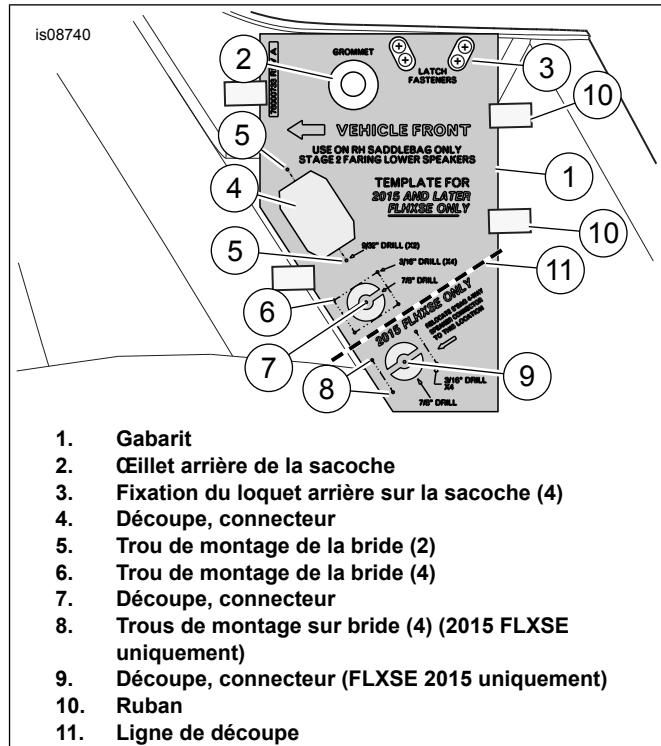
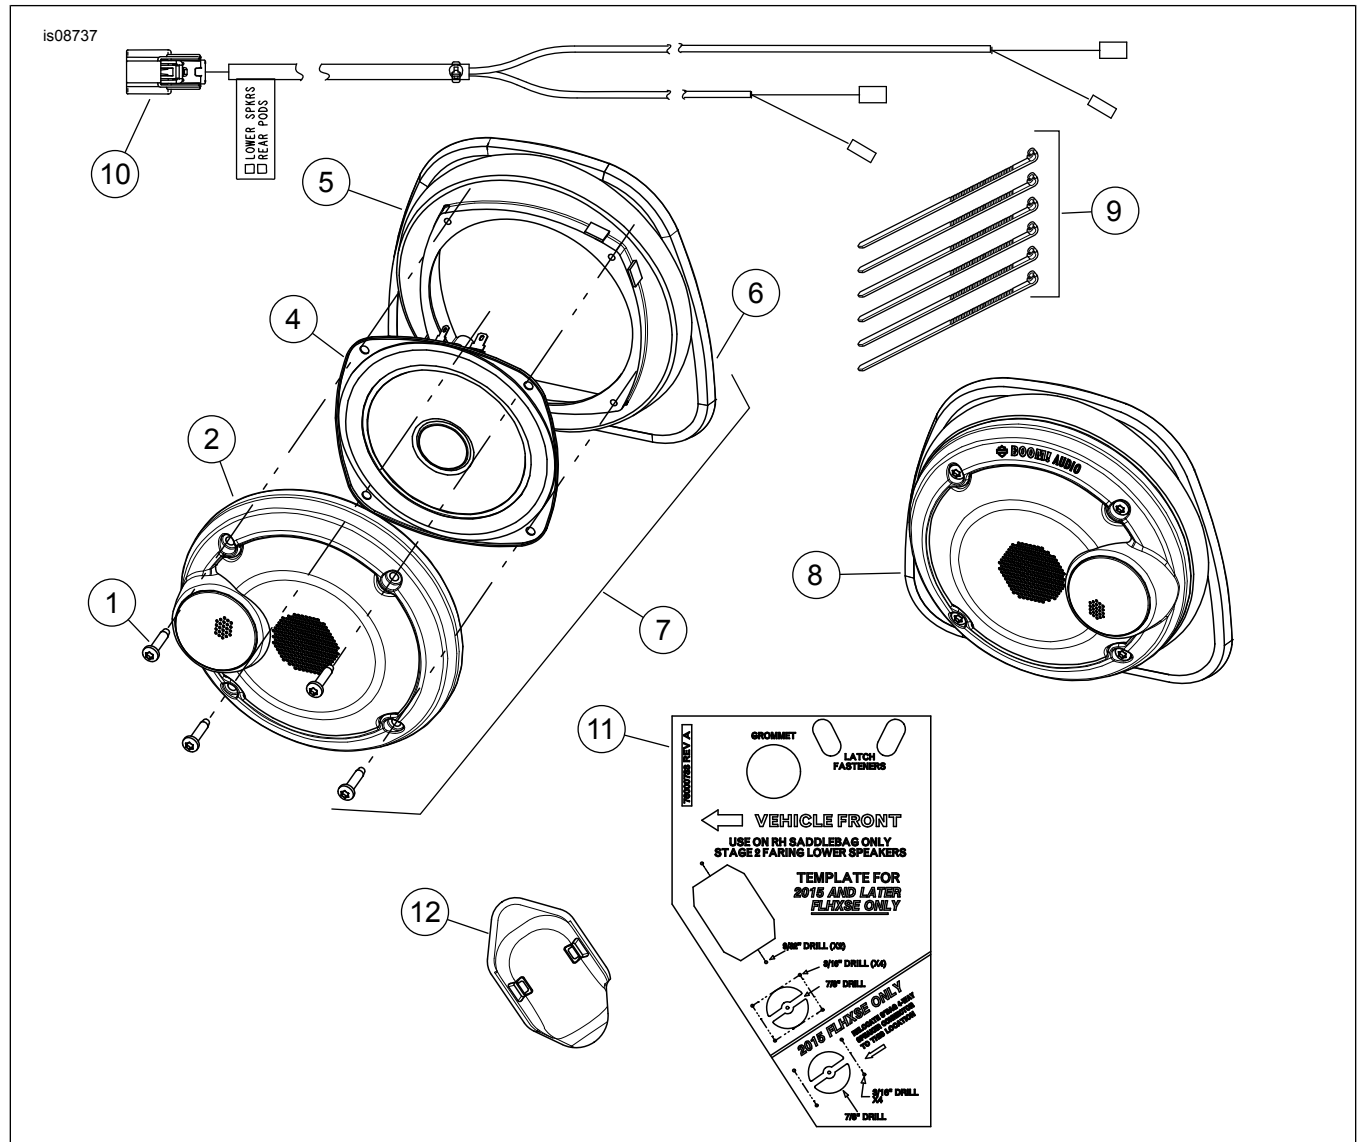

Figure 3. Découpe de la sacoche droite et l'installation du faisceau de forage
Figure 4. Pièces de rechange, Haut-parleurs inférieurs de carénage
Voir Figure 4 et Tableau 1 .
1. Voir Figure 4 .
- a. **Véhicules avec le système d'Étage I** : acheminer les petits fils de connexion des bornes sur le faisceau de fils (10) qui va au carénage inférieur.
- b. **Véhicules avec le système d'Étage II** : le faisceau de fils (10) n'est pas utilisé et peut être éliminé. Acheminer le faisceau latéral du véhicule en suivant les instructions fournies dans le kit d'installation de **l'amplificateur** . **NE PAS** percer de trous dans le carénage inférieur.
Brancher le connecteur [313] au faisceau de fils (10). Voir Figure 4 . Continuer avec la Section **RÉALISATION** de ce document.
1. Voir Figure 3 . Utilisez le modèle (1) afin de réaliser des découpes sur la sacoche pour le connecteur à brides de 18 voies de l'amplificateur inférieur de carénage [289-1].
- a. Des haut-parleurs de couvercle de sacoche sont présents à partir de l'installation de l'équipement d'origine (OE). Les fils de haut-parleurs de droite pourront être à l'emplacement de la découpe du connecteur. Retirer le faisceau de fils et le connecteur à quatre voies d'origine.
- b. Placer le gabarit sur la sacoche. Aligner les ouvertures de la fixation de l'œillet (2) et du loquet (3). Utiliser un ruban adhésif (10) pour fixer le gabarit en position.
- d. Tracer la ligne de coupe (4) sur la sacoche. Tracer la ligne de coupe (7) sur la sacoche. Tracez un contour coupé (9) sur la sacoche.
- e. Percer deux trous de 9/32" (7,25 mm) (5) pour les emplacements de montage des brides de connecteur. Percer cinq trous de 3/16" (4,5 mm ? 5 mm ? quel est le mieux adapté ?) (6) pour les emplacements de montage des brides de connecteur. Percer cinq trous de 3/16" (4,5 mm ?) (5 mm ?) (8) pour les emplacements de montage des brides de connecteur.
- f. Retirer le gabarit. Utiliser une scie pneumatique ou un outil similaire pour procéder à la découpe du connecteur (4). Vérifier la taille de l'ouverture (4) à l'aide du connecteur à brides à 18 voies [289-1A] sur le harnais de la sacoche (voir Figure 4 , article 7). Former le trou comme indiqué sur le gabarit pour un meilleur ajustement le cas échéant.
- c. Placer le gabarit sur la sacoche. Aligner les ouvertures de la fixation de l'œillet (2) et du loquet (3). Utiliser un ruban adhésif (10) pour fixer le gabarit en position.
- e. Tracer la ligne de coupe (4) sur la sacoche. Tracer la ligne de coupe (7) sur la sacoche.
- f. Percer deux trous de 9/32" (7,25 mm) (5) pour les emplacements de montage des brides de connecteur. Percer cinq trous de 3/16" (4,5 mm ?) (5 mm ?) (6) pour les emplacements de montage des brides de connecteur.
- g. Retirer le gabarit. Utiliser une scie pneumatique ou un outil similaire pour procéder à la découpe du connecteur (4). Vérifier la taille de l'ouverture (4) à l'aide du connecteur à brides à 18 voies [289-1A] sur le harnais de la sacoche (voir Figure 4 , article 7). Former le trou comme indiqué sur le gabarit pour un meilleur ajustement le cas échéant.
- h. Après avoir installé le connecteur à 18 voies [289 - 1] : Installez le couvercle du connecteur (12) sur celui-ci en le clipsant en place. Fixez les faisceaux de câbles à l'intérieur du sac à l'aide de sangles de câbles et de bases adhésives fournies dans le kit d'installation de l'amplificateur. Terminer l'installation de l'amplificateur Étage II en suivant les instructions contenues dans ce kit.
Voir Figure 3 , Articles 6 et 7.
- a. Taillez le bas du modèle le long de la ligne de coupe (11). Éliminez le bas du modèle.
- b. Des haut-parleurs de couvercle de sacoche sont présents à partir de l'installation de l'équipement d'origine (OE). Ce connecteur reste tel quel.